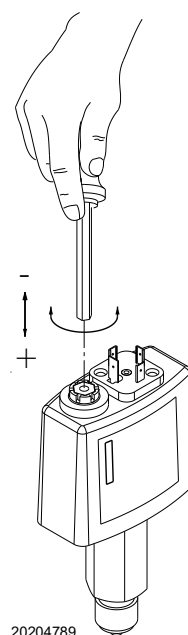

Fig. 37
5.11.4 Pressostat fioul seuil minimum (Fig. 37)